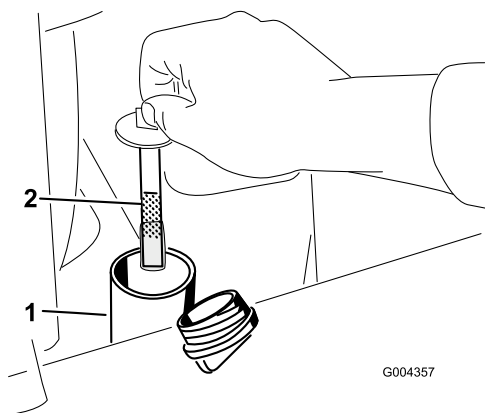

**Figure 17**
5. Nettoyez la surface autour du goulot de remplissage du réservoir hydraulique (Figure 17).